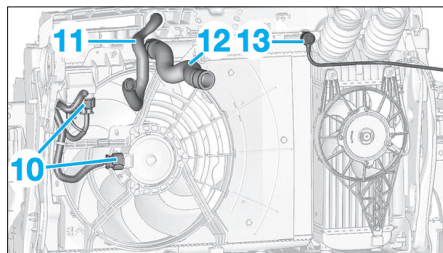

Fig. 49
- Déconnecter l'alimentation électrique (10) du motoventilateur de refroidissement (Fig.49).